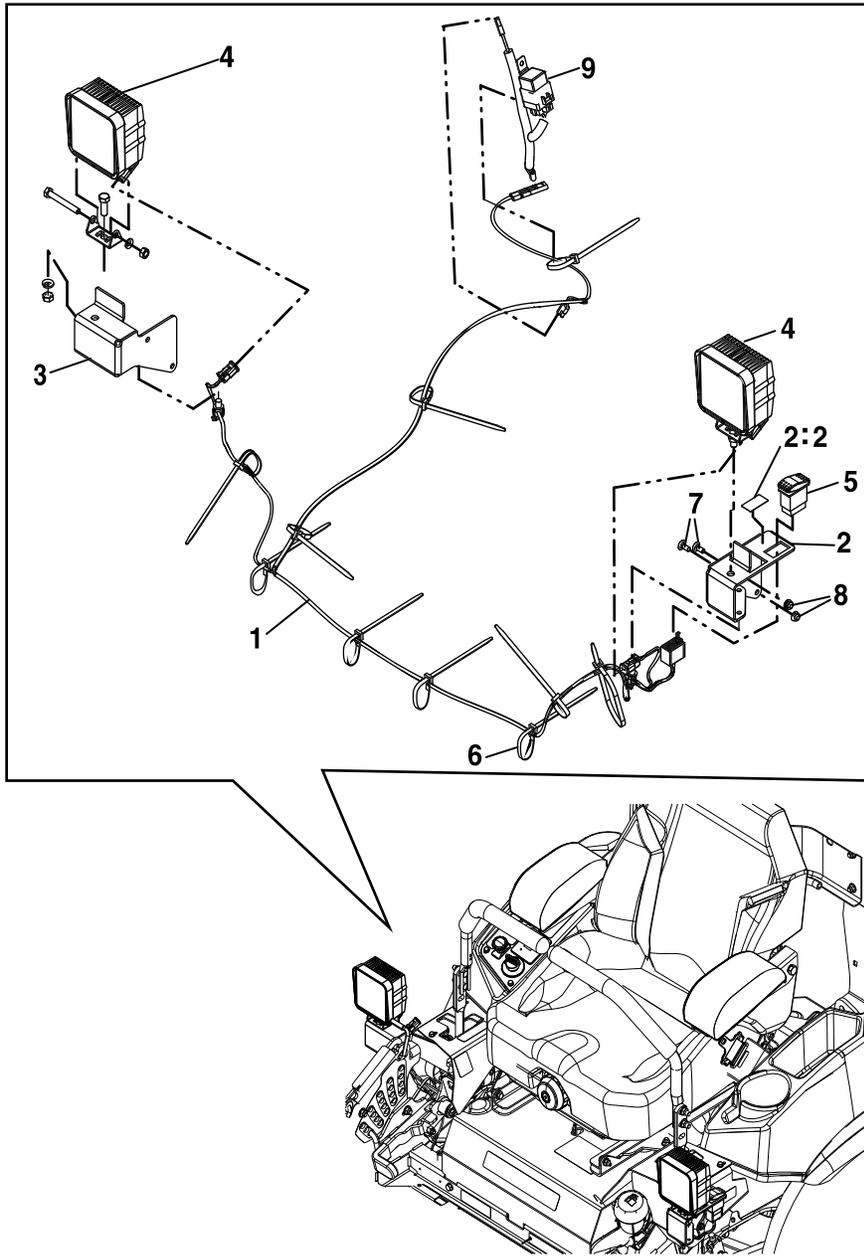

Figure 2
5. Montez le feu sur le support de feu gauche, comme montré à la Figure 2.
8. Localisez le côté gauche du faisceau de câblage (voir Figure 2).
14. Enlevez et conservez la prise 12 V du connecteur d'accessoire sur le faisceau de la tondeuse. Si le connecteur existant est du type à deux fils, branchez-le directement au faisceau des feux. Si le connecteur d'accessoire est du type à trois fils, branchez-le au faisceau de relais d'accessoire (repère 9 sur la Figure 2).